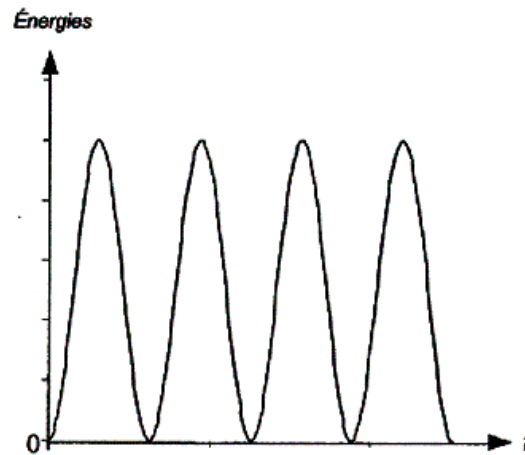

Fig.II-15. Evolution des énergies en fonctions du temps
- 1- Tracer sur la figure II-15 les deux courbes manquantes. Préciser ce que chacune des trois courbes représente.